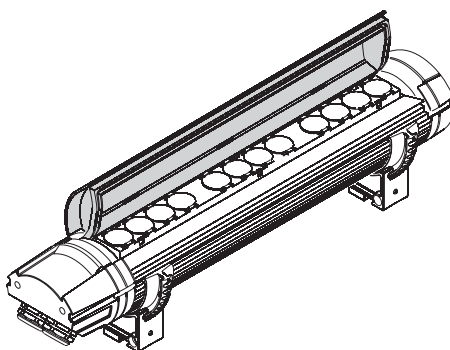

Figura 14: Extracción del cristal frontal
4. Observar la Figura 14. Extraer el frontal.